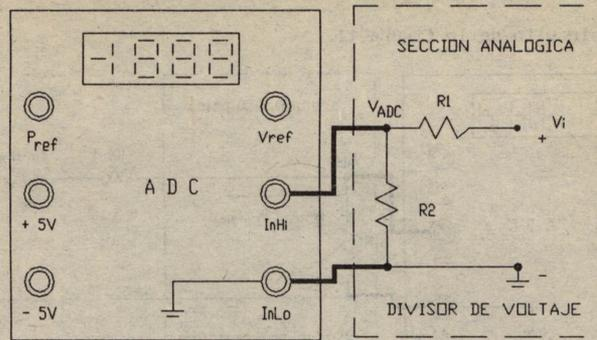

Figura 10
- b) A partir del divisor de voltaje de la figura 10, si el voltaje máximo de escala es $V_i = 2 \text{ V}$, calcule el valor de R_1 y R_2 , para que el voltaje de
- c) Arme el circuito de la figura 10 y conecte a la entrada una fuente de voltaje.